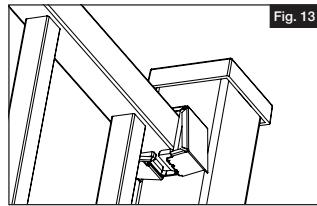

Fig. 13
- Accrocher d'abord la bande solide (côté gauche) du clip dans le dessous du support. Presser le couvercle par les côtés jusqu'à ce que la bande à trois doigts s'enclenche dans la partie inférieure du support (Fig. 13).